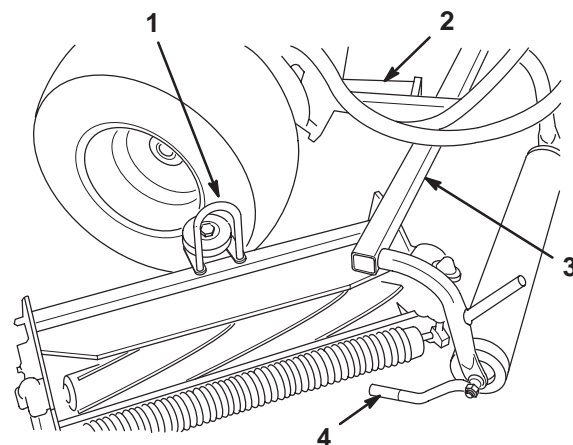

Figure 9
3. Poussez les plateaux de coupe sous les bâtis de traction et placez l'anneau situé en haut des plateaux sur les bras de relevage (Fig. 9).